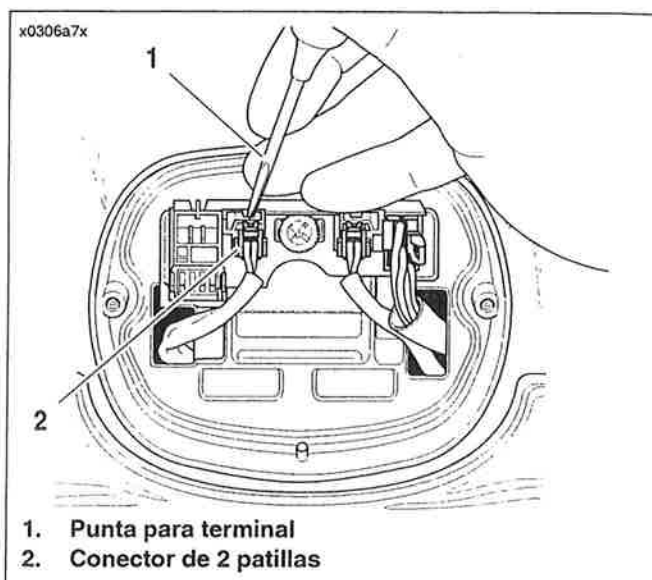

Figura 7-34. Extracción de los conectores de 2 patillas
4. Vea la Figura 7-34. Utilizando una punta para terminal, oprima las lengüetas de localización y quite los dos conectores de 2 patillas de las señales de giro y el conector de potencia de 6 patillas de la plaqueta.